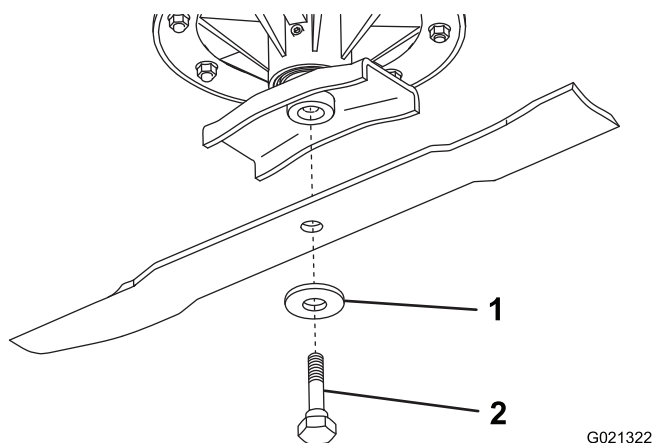

Figure 27
2. Tenez la lame à son extrémité avec un chiffon ou un gant épais. Retirez la vis spéciale, la rondelle Belleville et la lame de l'axe (Figure 27).